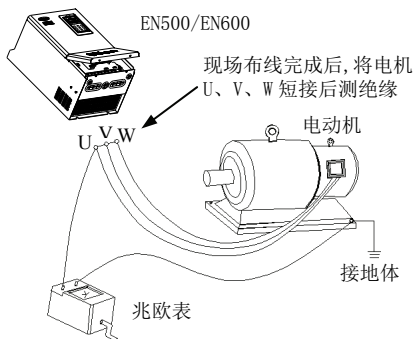

图 1-1 电机绝缘检查示意图
- (1) EN500/EN600 系列为电压型变频器，使用时电机的温升、噪声和振动与工频运行相比较略有增加，属正常现象。
- (2) 如果需要以低速恒转矩长期运行，必须选用变频电机。若使用一般的异步交流电机低速运行时，应监控电机温度或采取强制散热措施，以防烧毁电机。
- (3) 减速机及齿轮等需要润滑的机械装置在长期低速运行时，可能由于润滑效果变差造成损坏，请事先采取必要措施。
- (4) 若超过电机额定频率运行时，除了考虑电机的振动、噪音增大外，还必须确保电机轴承及机械装置的使用速度范围，请务必事先确认。
- (5) 对于提升设备和大惯性之类的负载，变频器常会因产生过流或过压故障而跳闸，为保证正常工作，应考虑选配适当的制动组件。
- (6) 应通过端子或其它正常的命令通道对变频器进行起停控制。严禁在变频器输入侧使用接触器等强电开关直接频繁起停操作，否则会造成设备损坏。
- (7) 如果需要在变频器输出和电机之间安装接触器等开关器件，请确保变频器在无输出时进行通断操作，否则可能会损坏变频器。
- (8) 变频器在一定的输出频率范围内，可能会遇到负载装置的机械共振点，可设置跳跃频率来避开。
- (9) 使用前，应确认电源电压在允许的工作电压范围之内，否则应做变压处理或订购特种变频器。
- (10) 在海拔高度超过 1000 米的条件下，变频器应降额使用，每增加 1000 米高度输出电流约降低额定电流的 10%。
- (11) 电机在首次使用或长时间放置后再使用之前，应做电机绝缘检查。请使用 500V 电压型兆欧表按图 1-1 所示进行检查，绝缘电阻不得小于  $5\text{ M}\Omega$ ，否则有损坏变频器的可能。